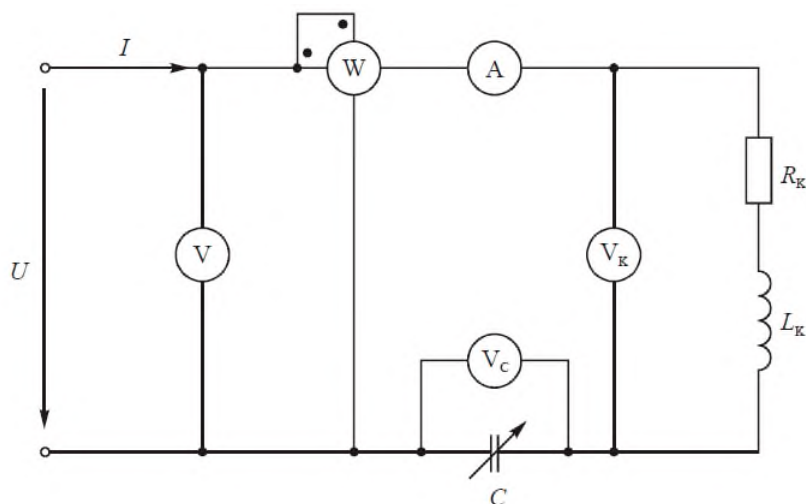
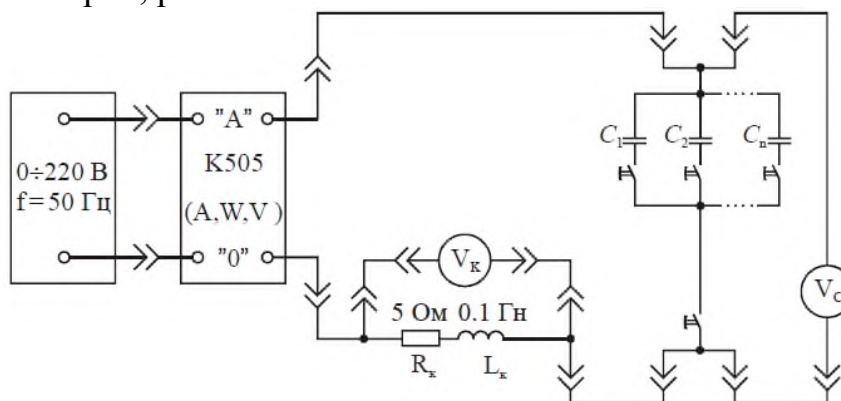

Рис. 11
Рис. 12
3. Собрать электрическую цепь, принципиальная схема которой представлена на рис. 11. В соответствии с монтажной схемой рис. 12, подключить параллельно каждому участку цепи вольтметры V_C , V_K .